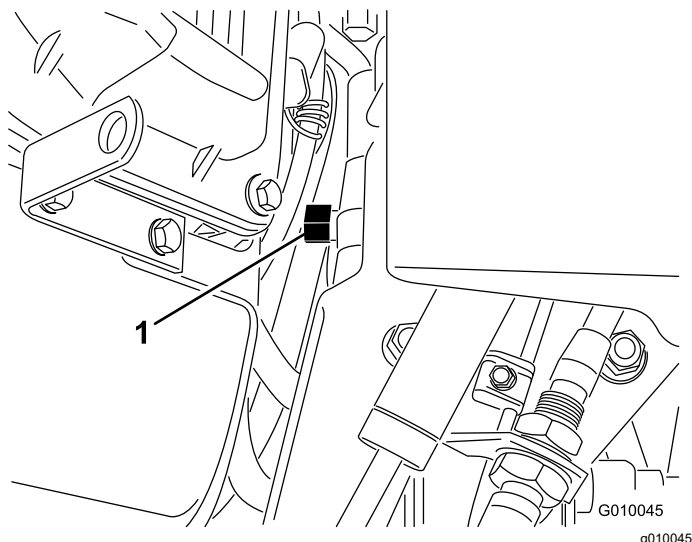

Figure 29
2. Localisez la vanne de dérivation entre le moteur et la pompe hydrostatique (Figure 29).
antihoraire. Cela permet au liquide hydraulique de contourner la pompe et aux roues de tourner (Figure 29).
5. Pour remettre la machine en service, tournez la vanne de dérivation d'un tour dans le sens horaire (Figure 29).